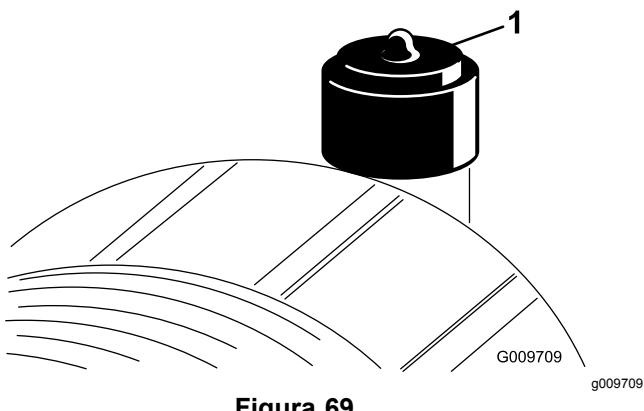

Figura 69
Faça a manutenção ao filtro de ar apenas quando o indicador de manutenção o exigir (Figura 69). Mudar o filtro de ar antes de ser necessário apenas aumenta a possibilidade de entrar sujidade no motor quando retira o filtro.
2. Reinicie o indicador (Figura 69) se este se apresentar vermelho.